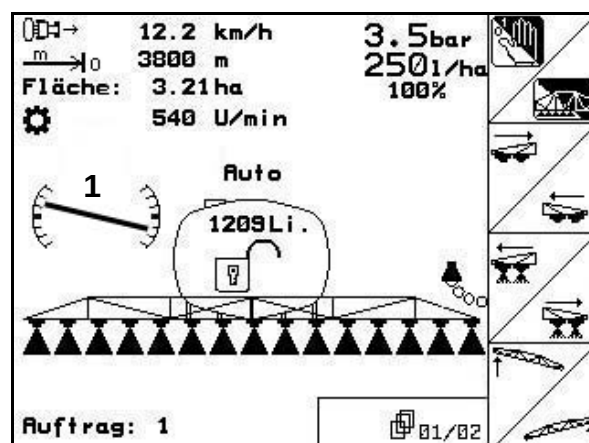

Fig. 126
- Au menu Travail, le symbole correcteur de dévers (Fig. 126/1) affiche l'angle de dévers sélectionné pour la rampe. Ici le côté gauche de la rampe est relevé.